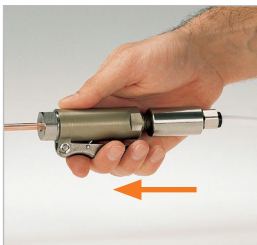

Figure 3
▶ Insérez le connecteur, avec le levier à main (Pos. 2) actionné, dans l'axe et entièrement sur la pièce d'essai (*Figure 3*). Le joint frontal est ainsi préservé des dommages causés par d'éventuels bords saillants de la pièce d'essai et le bon raccordement est garanti.